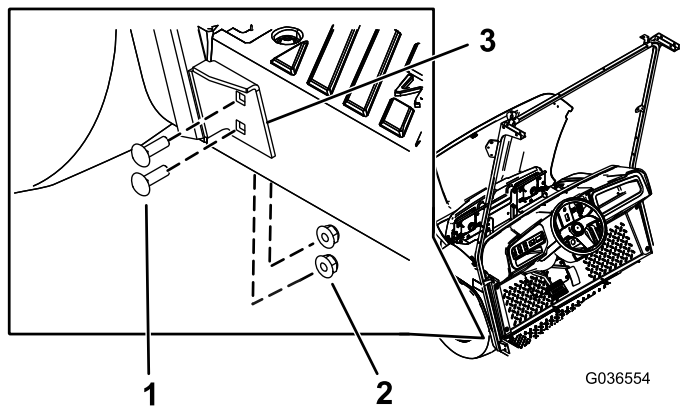

Bild 26
4. Befestigen Sie die untere Halterung der linken und rechten Windschutzscheibenstützen mit vier Schlossschrauben (5/16" x 1") und vier Bundmuttern (5/16") in den in Schritt 1 gebohrten Löchern (Bild 26).